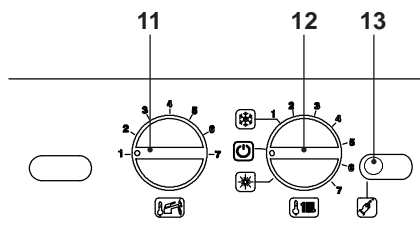

Fig. 6.7
- Spegnere la caldaia portando il selettore di funzione 12 sulla posizione "☀" come in Fig. 6.7.